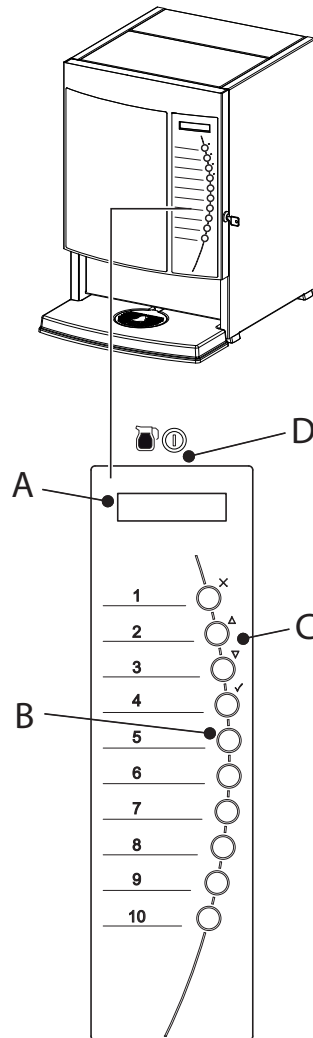

Fig. 21
- Het bedieningspaneel aan de voorzijde (fig. 21) is bedoeld voor het normale dagelijks gebruik.